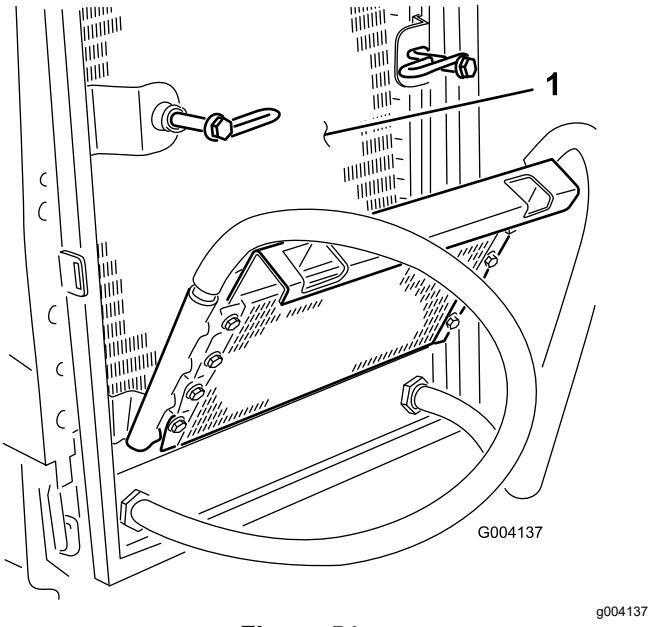

Figure 54
- Après avoir nettoyé soigneusement le radiateur et les refroidisseurs d'huile, enlevez les débris éventuellement accumulés sur d'autres parties de la machine (Figure 54) à l'air comprimé.